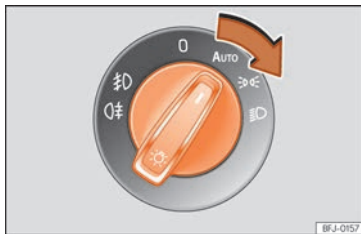

Abb. 92 Instrumententafel: Lichtschalter.
- Lichtschalter in die gewünschte Position drehen »» **Abb. 92.**